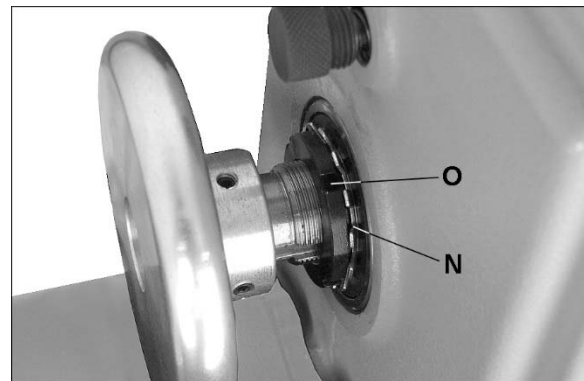

Figure 8-12 : corriger le jeu de la broche
5. Desserrer et retirer le contre-écrou des roulements et la rondelle de blocage à languettes (voir O/N, Figure 8-12).
11. Installer la rondelle de blocage à languettes et le contre-écrou de roulement (N/O, Figure 8-12). Vérifier s'il y a du jeu avec la broche à ce stade de la procédure (voir section 8.13).
1. Utiliser un tournevis pour replier soigneusement toutes les languettes de la rondelle de blocage à languettes (N, Figure 8-12) qui interfèrent avec les coussinets rentrants sur le contre-écrou du roulement (O, Figure 8-12).
2. Placer l'extrémité d'un tournevis à tête plate contre l'un des coussinets rentrants du contre-écrou du roulement (O, Figure 8-12).
3. Frapper sur la poignée du tournevis avec un maillet pour mieux tourner et serrer le contre-écrou du roulement (O, Figure 8-12) dans le sens horaire. Faire tourner le contre-écrou du roulement sur seulement environ 1/16 po par coup.
5. Quand le contre-écrou du roulement (O, Figure 8-12) est correctement réglé, replier *soigneusement* les languettes de la rondelle de blocage à languettes (N, Figure 8-12).